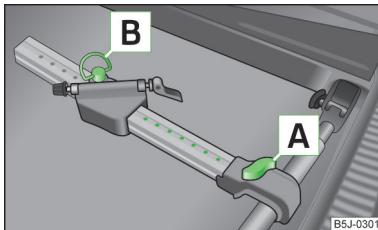

Abb. 55
- › Die Schraube **A** » Abb. 55 etwas herausziehen und den Längsträger (Alu-Teil) zum Querträger schieben, bis die Fassung einrastet.
- › Die Schraube **A** » Abb. 55 auf Seite 63 lösen und den Fahrradträger zusammen mit dem befestigten Fahrrad nach links schieben, sodass es zwischen dem Lenker und dem Seitenfenster des Gepäckraums zu keiner Kollision kommen kann.